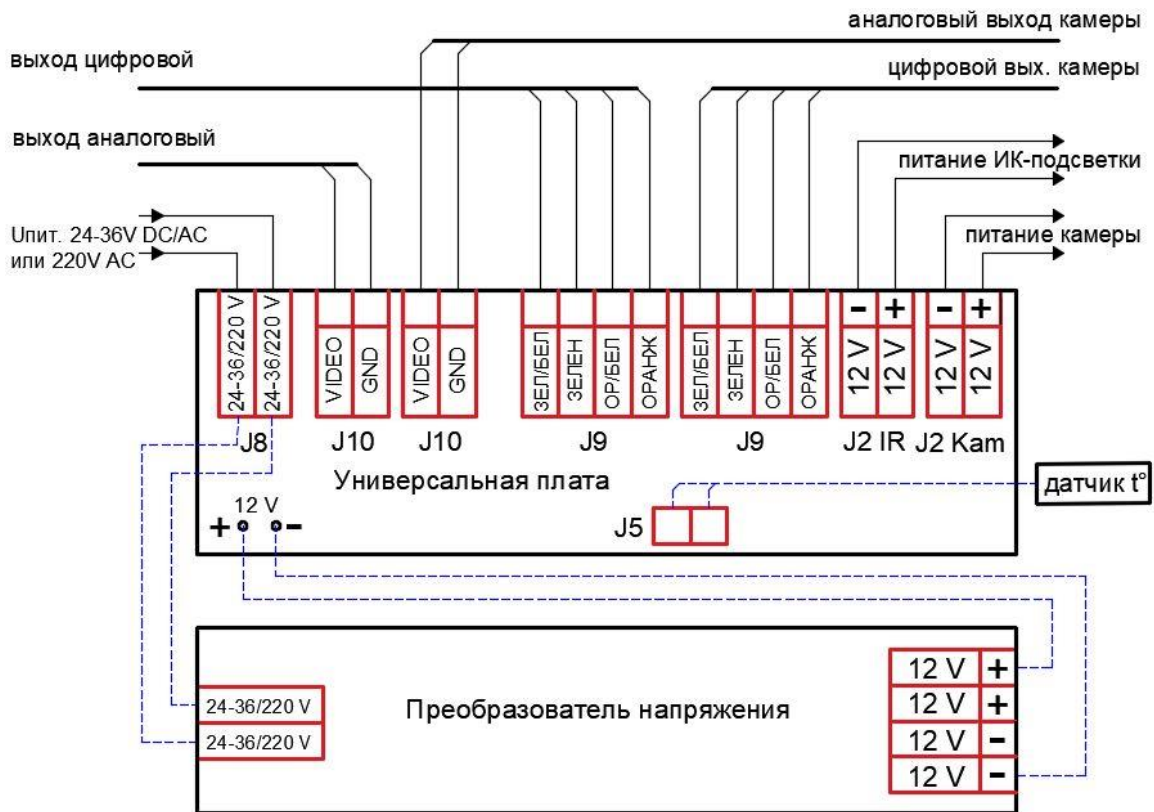
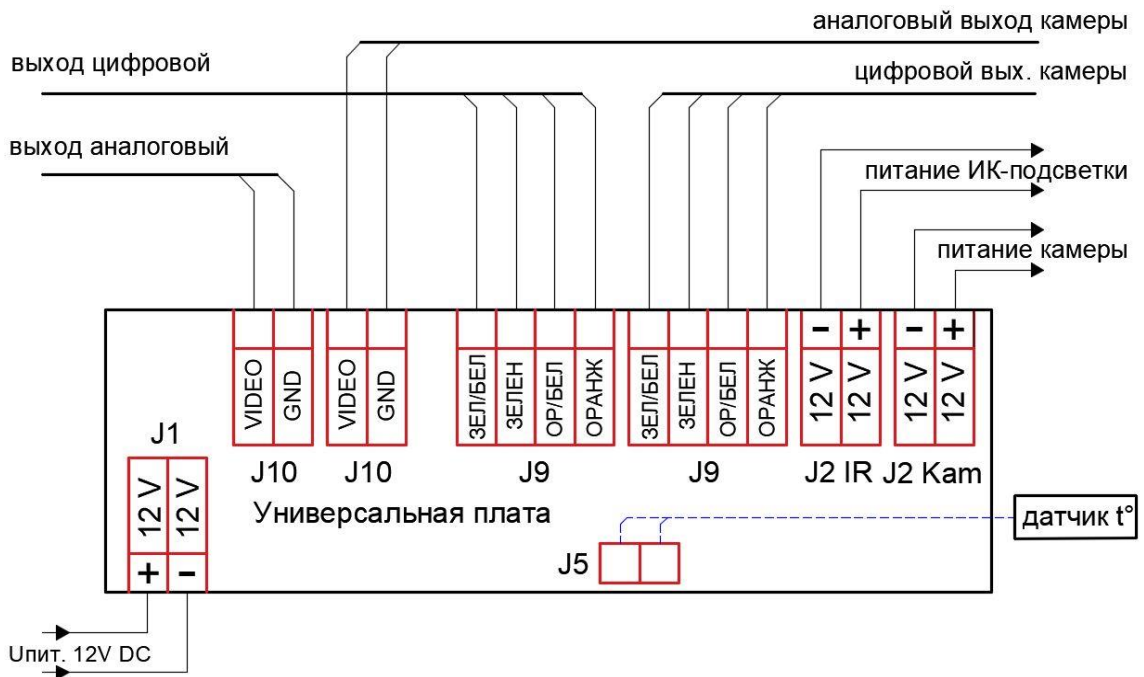

Рисунок 4.6 – Схема подключения термокожуха с напряжением питания 24–36 или 220 В переменного тока
Рисунок 4.7 – Схема подключения термокожуха с напряжением питания 12 В постоянного тока
4.6.7 Подключите видеокамеру к электронной плате согласно схеме подключения (рис. 4.6, рис.4.7);
4.6.8 Через кабельные вводы заведите питающий и сигнальный кабели, подключите к универсальной плате (рис. 4.6, рис.4.7);